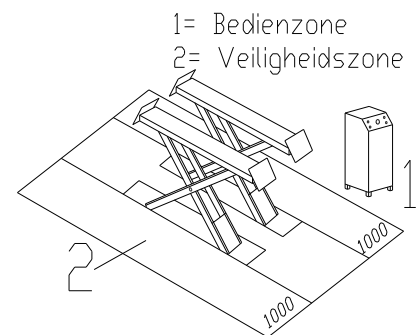

Fig.5
**De veiligheidszone (Fig.5) wordt gedeeltelijk bepaald door de afmetingen van het te heffen voertuig.**
Tijdens hef- en daalbewegingen moet de bediener zich in de bedieningszone (1) bevinden, zoals aangegeven in Fig.5. De aanwezigheid van personen in de veiligheidszone (2) is ten strengste verboden. De aanwezigheid van personen onder het voertuig is alleen toegestaan als het voertuig geparkeerd is in de geheven stand.